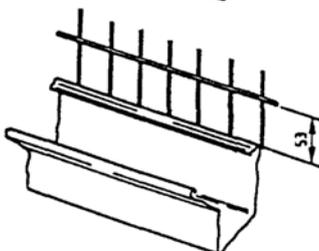

Bild 5-1: Fressschlitzverstellung
- Stellen Sie die Verstellschienen mit der Hebelverstellung auf die untere Stufe, => Bild 5-1.